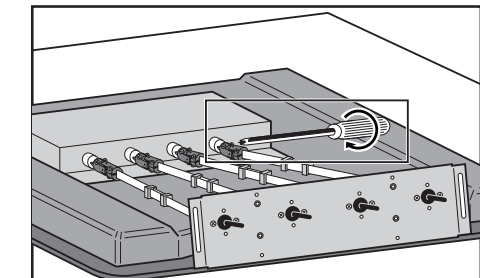

fig. 6
- Cardankoppelingen (zie fig. 6) in volgorde aanbrengen op de kraanstiften van de kookplaat. Koppeling ca. 10 mm over de stift schuiven en vastschroeven.
- Cardankoppelingen aanbrengen op de kraanstiften van de kookplaat. Koppeling ca. 10 mm over de stift schuiven en vastschroeven (zie fig. 6).